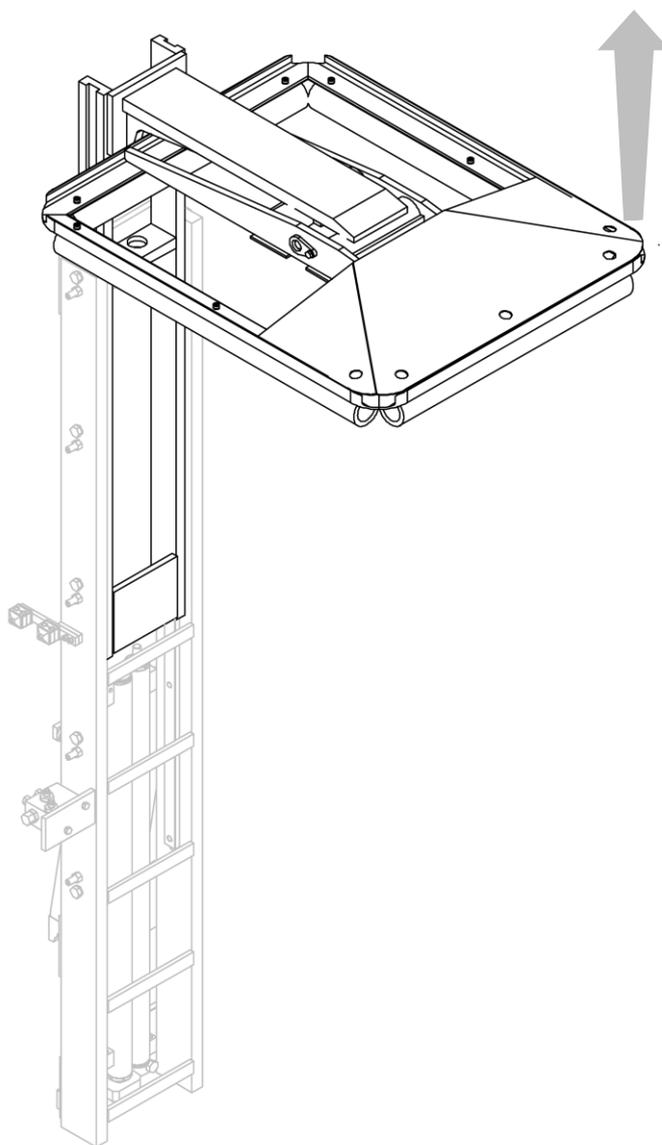

Figura 7
3. Rimuovere la struttura mobile dalla sua sede (Figura 7).